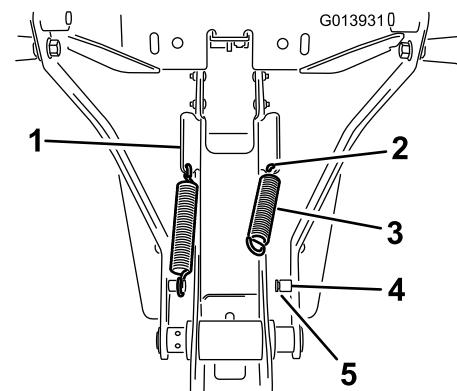

Figura 7
1. Instale el muelle en el taladro del extremo inferior de la pestaña inclinada del lateral del conjunto del lado del bastidor (Figura 7).
2. Enganche un extremo del muelle en el taladro (Figura 7).
3. Asegúrese de que el extremo del muelle queda correctamente asentado en la ranura de la clavija (Figura 7).